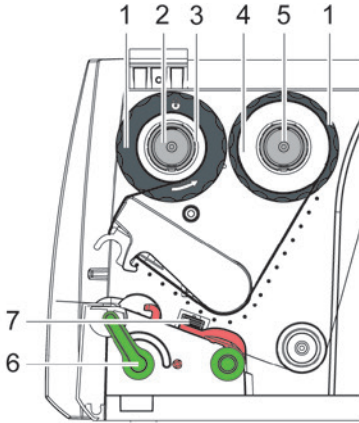

Bild 12 Transferfolienlauf
5. Position des Randstellers auf dem Aufwickler an Breite des Folienkerns (3) anpassen und Folienkern auf den Aufwickler (2) schieben.
6. Transferfolie wie in Bild 12 durch die Druckmechanik führen.